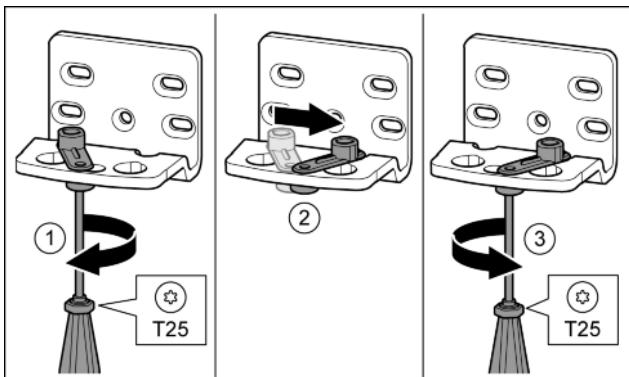

Fig. 15*
- ▶ Odvijačem T25 labavo zavijte vijak. Fig. 15 (1)*
- ▶ Podignite pomagalo za zatvaranje vrata i okrenite ga za 90° udesno u provrт. Fig. 15 (2)*
- ▶ Odvijačem T25 čvrsto pritegnite vijak. Fig. 15 (3)*